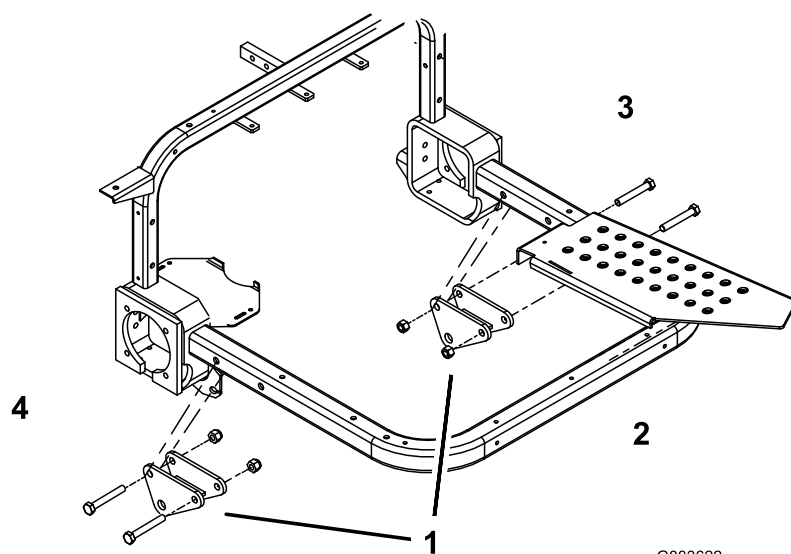

Figura 2
2. Prenda ligeiramente um conjunto do suporte de montagem nos tubos de apoio do pé do lado direito e esquerdo com 2 parafusos (1/2 x 3-1/2 pol.) e porcas de bloqueio (1/2 pol.). Posicione os conjuntos do suporte de montagem e os parafusos conforme indicado em Figura 2.